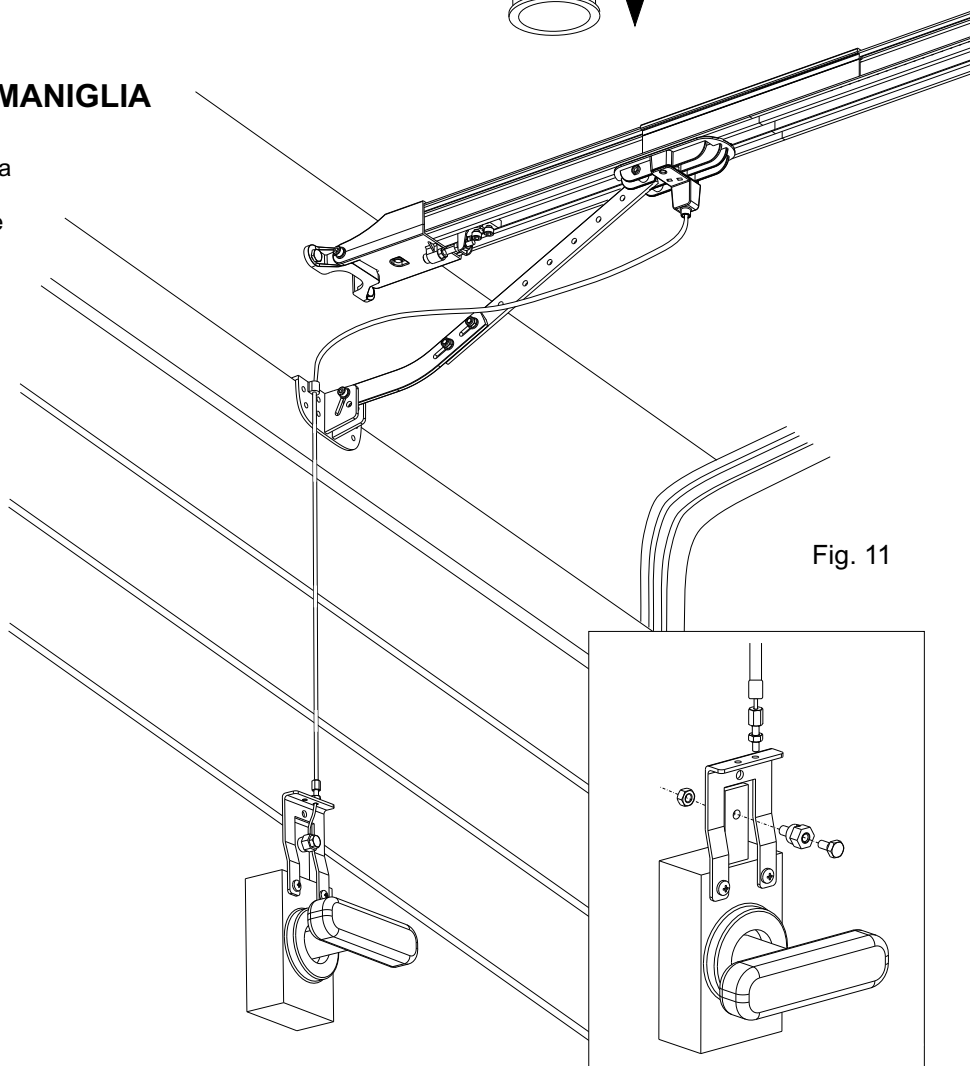

Fig. 11
- Ruotare la maniglia e aprire manualmente la porta (Fig. 11).